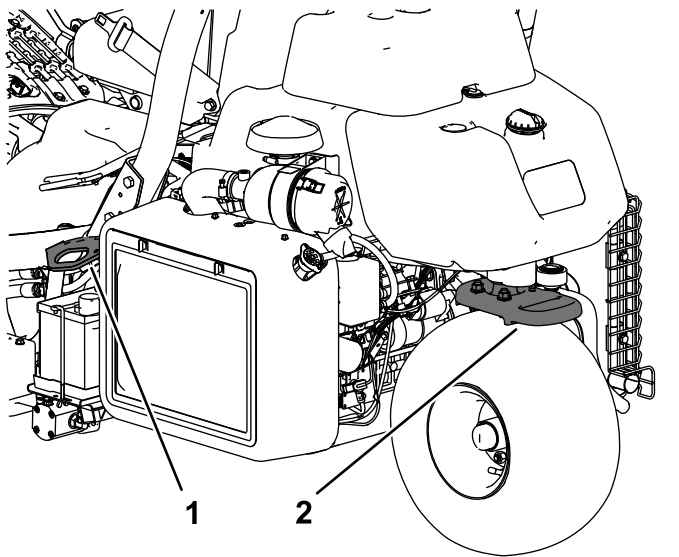

Figura 26
- Amarre la máquina firmemente con correas, cadenas, cables o cuerdas. Tanto las correas delanteras como las traseras deben orientarse hacia abajo y hacia fuera respecto a la máquina (Figura 26).